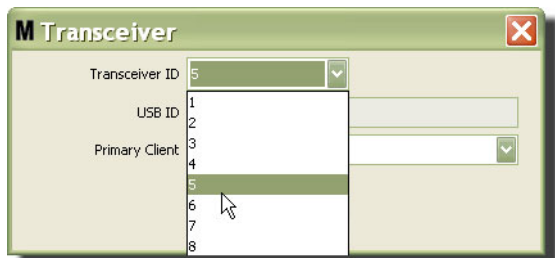

Рис. 64
4. Чтобы изменить идентификатор приемопередатчика, нажмите стрелку поля «Transceiver ID» [ИД приемопередатчика]. Отобразится выпадающий список. Из выпадающего списка выберите значение идентификатора приемопередатчика (Рис. 64). Нажмите кнопку «ОК» [OK], чтобы закрыть окно и сохранить изменения.